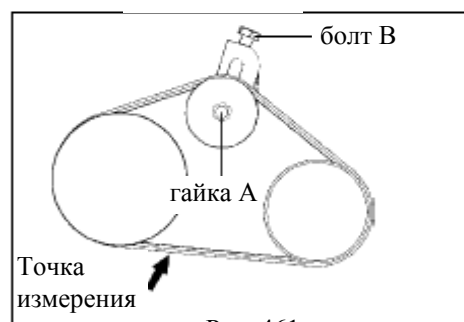

Рис. 461
- (2) Отрегулируйте натяжение ремня, поворачивая болт В (рис. 461)